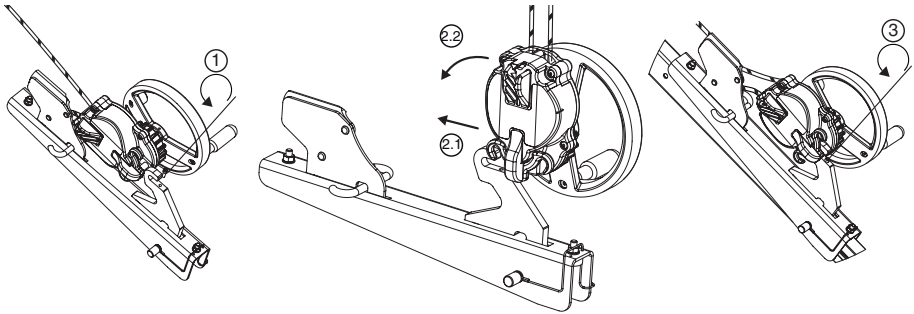

Abb. 8
6.3.4. Gerät derope™ UP R (Abb. 8, 9 und 10)
Das Gerät derope™ UP R muss gemäß Abb.8 an der Stütze des Dreibaums tracode von Tractel® angebracht werden. Jede andere Befestigung an einem anderen Punkt des Dreibaums tracode von Tractel® ist verboten.
- Die Sicherungsschraube des Befestigungshakens des Adapters für Gerät derope™ UP R lösen (Abb. 8,1).
- Das Gerät derope™ UP R am Befestigungshaken anbringen (Abb.8, 2.1 - 2.2).
löst (Abb.8, 3), und sicherstellen, dass sie ordnungsgemäß angebracht und festgezogen ist.